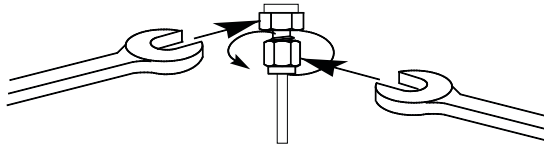

Figura 56. Apriete final
- 8 Para conexiones Swagelok de 1/8 pulgadas, utilice un par de llaves de 7/16 pulgadas para apretar la conexión 3/4 de vuelta. Vea la **Figura 56**.
Para conexiones de 1/4 pulgadas utilice un par de llaves de 9/16 pulgadas para apretarlas 1-1/4 de vuelta, como se muestra en la **Figura 56**.